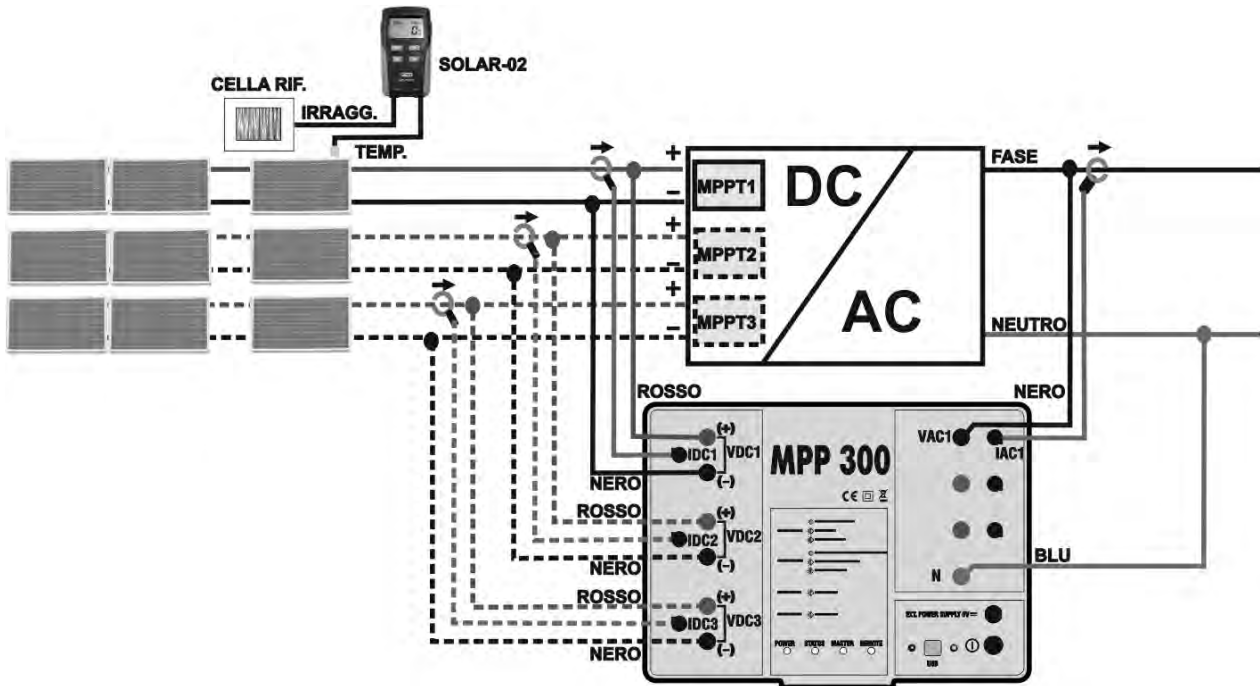
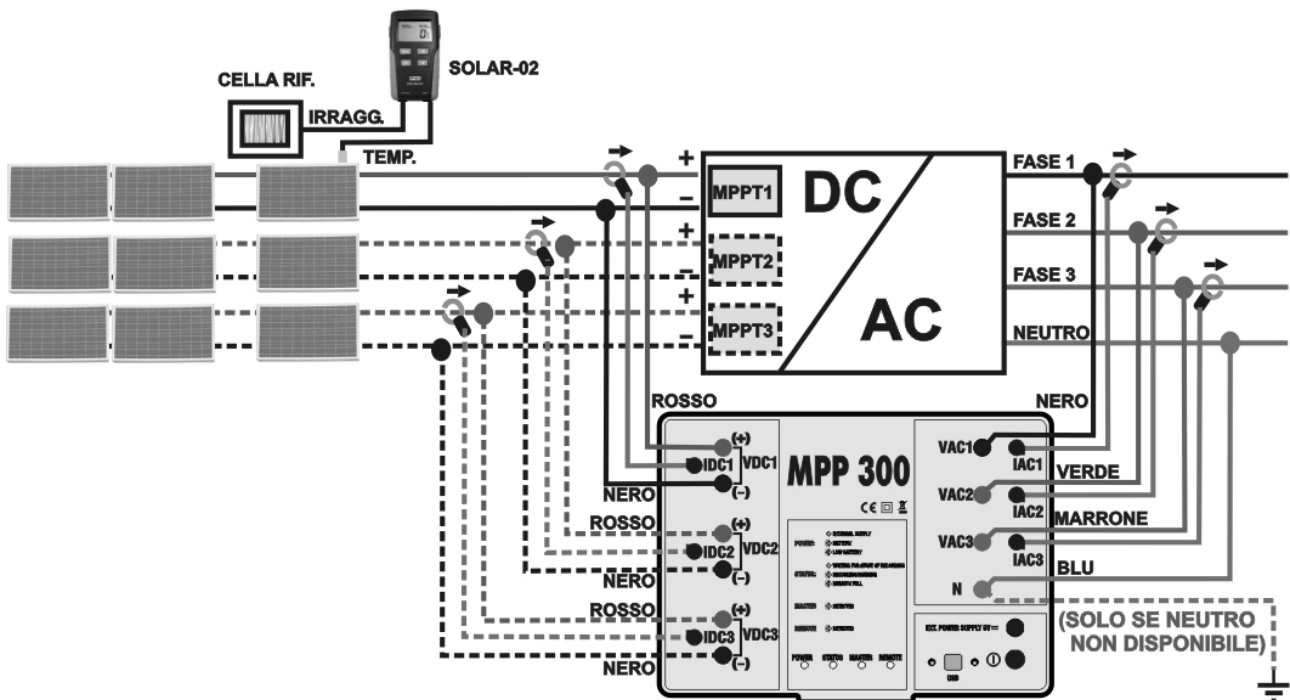

Fig. 5: Collegamento dell'MPP300 per collaudo di un impianto FV Monofase
Fig. 6: Collegamento dell'MPP300 per collaudo di un impianto FV Trifase
7. Collegare gli ingressi **VDC1(+)** e **VDC1(-)** dell'unità **MPP300** ai terminali di uscita della stringa rispettando le polarità ed i colori indicati in Fig. 5 o Fig. 6.
10. Inserire la pinza di corrente DC sul conduttore positivo in uscita dalla stringa **rispettando il verso della freccia** presente sulla pinza stessa come indicato in Fig. 5 o Fig. 6. Posizionare il toroide della pinza il più lontano possibile dall'inverter e dal conduttore negativo in uscita dalla stringa stessa.
12. Collegare gli ingressi **VAC1** ed **N** dell'unità **MPP300** rispettivamente ai conduttori di Fase e Neutro rispettando le polarità ed i colori indicati in Fig. 5 o Fig. 6. Nel caso di impianti trifase in cui il conduttore di Neutro non sia disponibile, collegare l'ingresso **N** a Terra.
14. Collegare la pinza AC sul conduttore di Fase L1 **rispettando il verso della freccia** presente sulla pinza stessa come indicato in Fig. 5. o e Fig. 6. Posizionare il toroide della pinza il più lontano possibile dall'inverter e dal conduttore Neutro. Collegare l'uscita della pinza all'ingresso **IAC1** dell'MPP300.